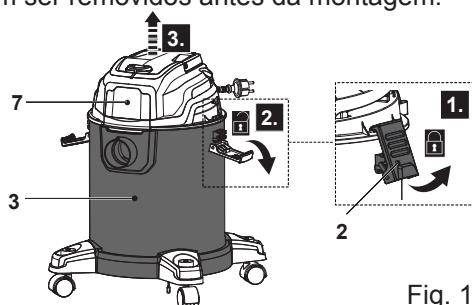

Fig. 1
- > Desbloqueie os fechos de plástico (2) e desmonte a unidade do motor (7) e o depósito (3) (Fig. 1).